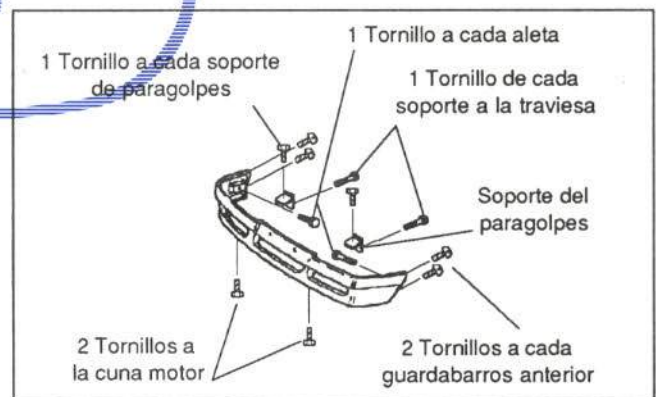

Figura 18.- Fijación del paragolpes delantero
Va fijado mediante tornillos, como puede observarse en la figura 18.
- Paragolpes delantero (figura 18)
- Paragolpes (figura 18)